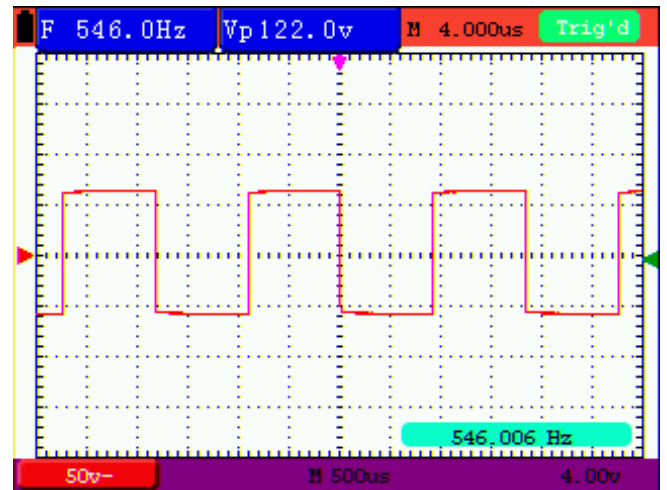

Рисунок 51. Функция частотомера
3. Нажмите кнопку **F5**, чтобы включить частотомер, выбрав в опции **Cymometer** значение «ON». (см. рисунок 51):